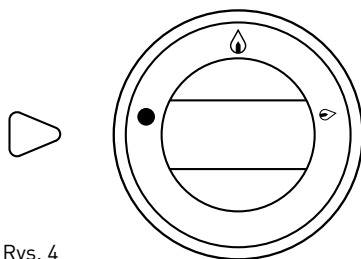

Rys. 2
- Obrócić najniższe pokrętło ZAŁ/WYŁ mechanizmu grzejnego (3), znajdujące się z boku stałej ramy (1), na znak „duży płomień” (rys. 2).